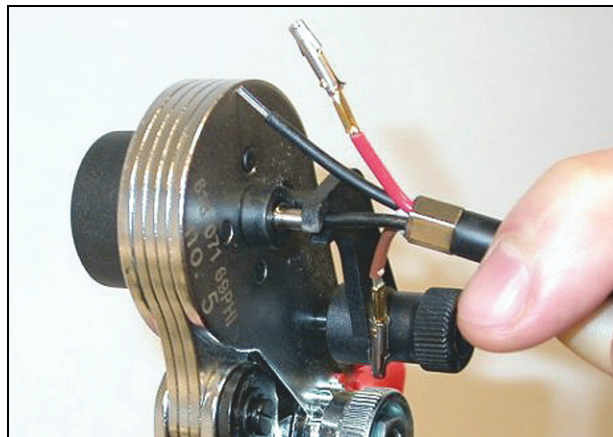

abbildung 30.23: Quetschen von Hülsen (1)
- 21 Kunststofflichtwellenleiter in die Hülse im gefederten Anschlag des POF-Positionierungswerkzeugs einsetzen (siehe abbildung 30.23).